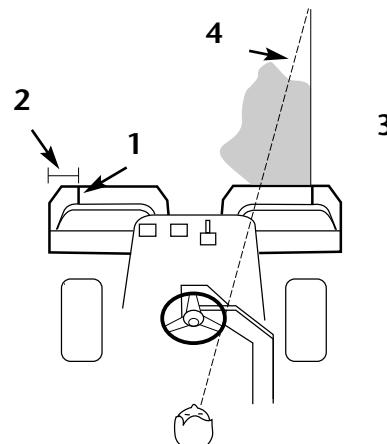

Bild 10
- 2.** Entweder einen Streifen von weißem Klebeband oder eine Line mit weißer Farbe parallel mit der äußeren Kante jedes Korbes anbringen (Bild 10).
3. Bei erneuten Überläufen so wenig wie möglich überlappen. Um gerade Spuren über den Rasen zu hinterlassen, die Maschine immer im gleichen Abstand vom Rand des vorigen Schnitts halten und einen imaginären Richtpunkt 2 bis 3 Meter vor der Maschine auf der ungemähten Rasenfläche halten (Bild 10 & 11). Gewissen Personen fällt es leichter, den äußeren Rand des Lenkrads mit in das Blickfeld aufzunehmen, d.h. den äußeren Rand des Lenkrads mit einem Punkt abzustimmen, der immer im gleichen Abstand vor der Vorderseite der Maschine liegt (Bild 10 & 11).